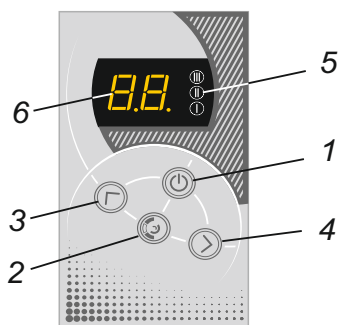

Рисунок 3
4.3 Для управления прибором используется мембранная клавиатура (рисунок 3). Для включения прибора необходимо нажать клавишу включения (1). При этом загорится цифровой индикатор (6), где высветится заданная температура теплоносителя (температура уставки) в режиме моргания. По прошествии 5 секунд индикатор отобразит текущую температуру теплоносителя в режиме постоянного свечения.